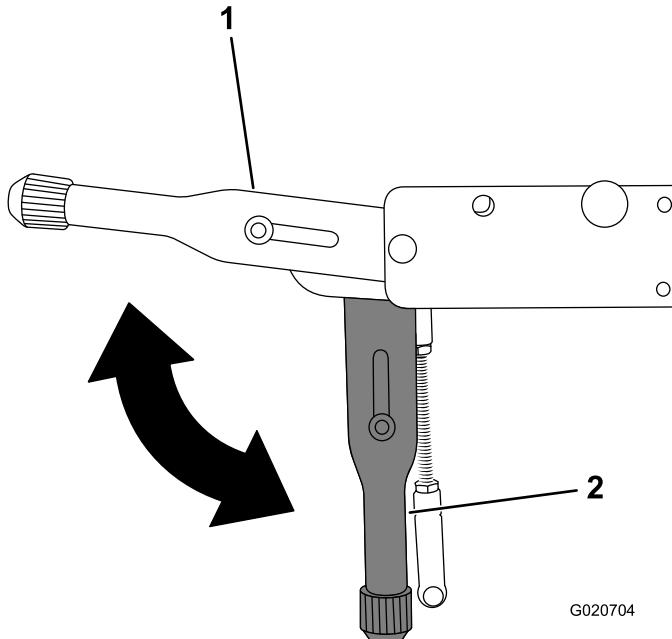

Figura 27
2. Tire hacia arriba de la palanca del freno de estacionamiento para poner el freno, y arranque el motor (Figura 27).
- Empuje hacia abajo la palanca del freno de estacionamiento para quitar el freno (Figura 27).
- Ponga el freno de estacionamiento (Figura 27).
- Quite el freno de estacionamiento (Figura 27).
3. Quite el freno de estacionamiento (Figura 27).